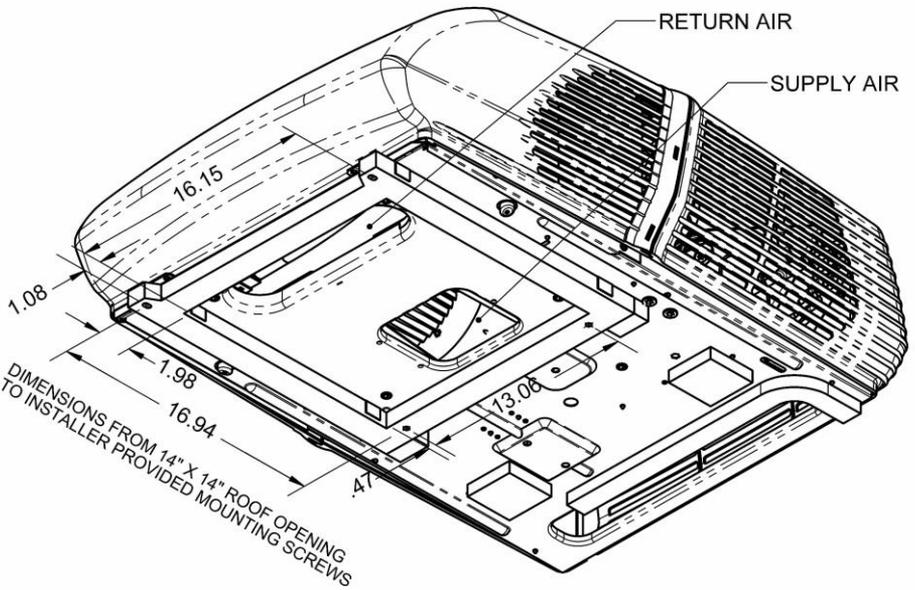

Figure 5
4. À l'aide de 4 vis de montage (l'utilisation de rondelles d'étanchéité est facultative), faites glisser les vis dans les 2 trous de bride de cloison, 2 supports de montage avant et dans le toit du véhicule. Serrer les vis à l'arrière jusqu'à ce que la surface du toit de contact de plaquettes arrière de base de base (en supposant une surface de toit plat. Les grands toits de rayon peuvent nécessiter des joints de soutien supplémentaires fournis par l'OEM.) Serrer les vis avant jusqu'à ce que le joint de l'unité a été uniformément comprimé. Faites attention de ne pas filtrer les vis. Voir Figure 5 et 6.